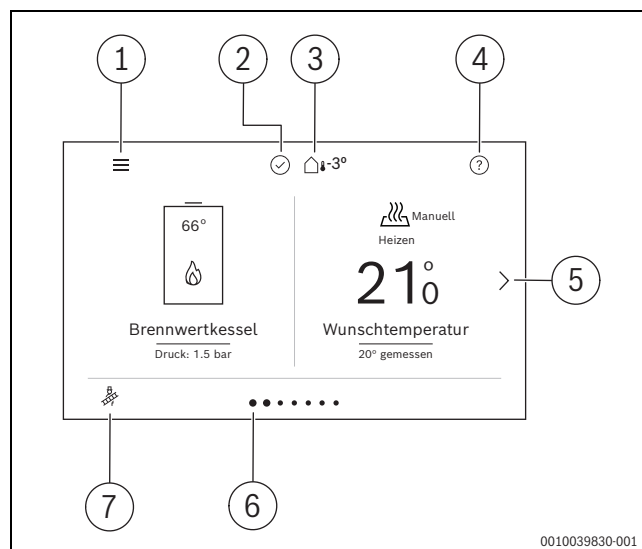

Bild 36 Bedienfeld
- Symbol (allgemeine Einstellungen) im Bedienfeld (→ Bild 36) mindestens 5 Sekunden gedrückt halten.